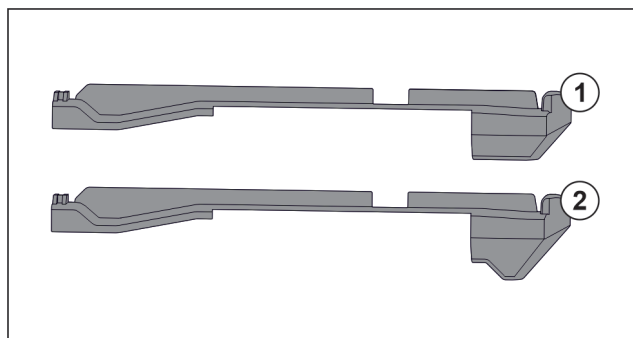

Fig. 149 Confronto degli elementi inseribili
Nell'apparecchiatura si trovano due diversi elementi inseribili. L'elemento inseribile sopra il cassetto più in basso Fig. 149 (2) presenta un bordo triangolare. Tutti gli altri elementi inseribili Fig. 149 (1) dispongono di un bordo diritto.
- ▶ Applicare l'elemento inseribile Fig. 149 (2) con il bordo triangolare sopra il cassetto più in basso.
- ▶ Applicare l'elemento inseribile Fig. 149 (1) con il bordo diritto su tutti gli altri punti.